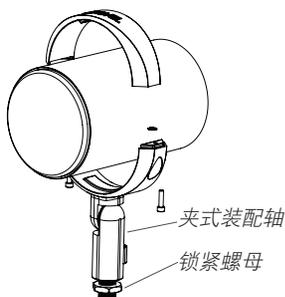

图 3
2. 将夹头/扬声器组件的螺纹轴拧紧到装配架上。定位好方向后，用扳手（未提供）拧紧锁紧螺母以锁定位置（参见图 3）。